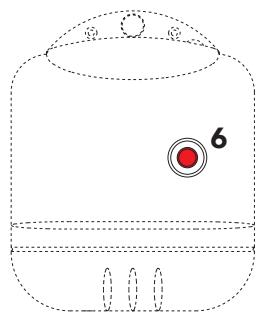

fig. 1
Para períodos de pausa curtos basta desligar o interruptor **5** (fig. 1) no painel de comandos levando-o para a posição "0". Para períodos mais prolongados de inactividade, para além de desligar o interruptor **5**, é obrigatório fechar também a torneira de alimentação do combustível.
- a** - Bloqueio do queimador assinalado pela respectiva luz **6** (fig. 1). Consultar o manual do queimador.